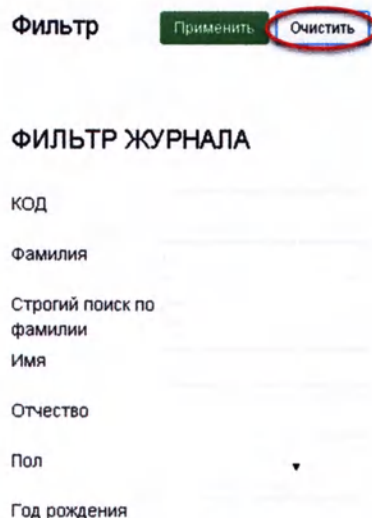

Рисунок 2.53
4.1. Очистите фильтр поиска, нажав кнопку «Очистить» (Рисунок 2.53):